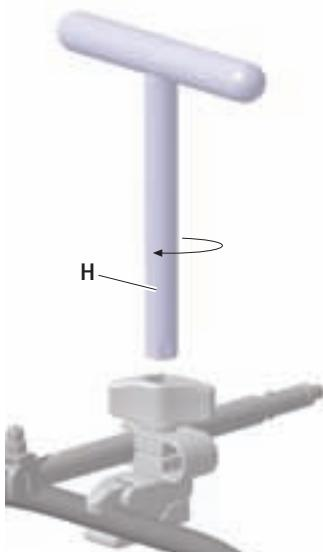

Fig. 8
- ▶ Serrer l'écrou de fixation **1** jusqu'au blocage complet. Resserrer le cas échéant avec la clé en T **H**, voir Fig. 8.